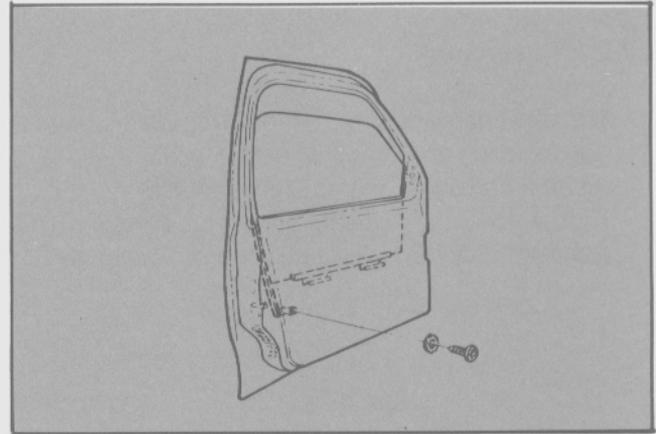

Fig. 50 - Tornillo de sujeción de la prolongación de la coliza.
- Extraer el tornillo de fijación de la prolongación de coliza. (Fig. 50).
- Colocar el tornillo de sujeción de la prolongación de coliza (Fig. 50).